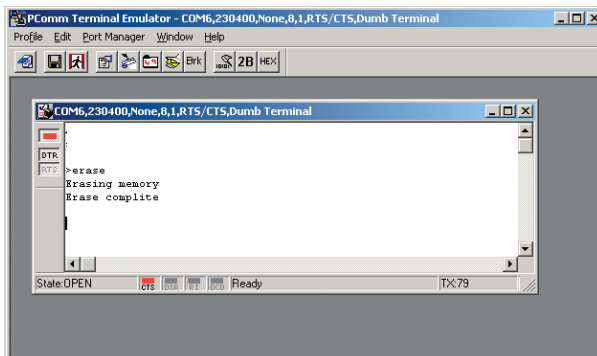

Рис. 20
8. Удалите речевые сообщения записанные заводом-изготовителем. Для этого в диалоговом окне введите с клавиатуры команду «erase» и нажмите клавишу «enter». Если допустили опечатку, то просто начните вводить заново. По завершении операции в диалоговом окне появится сообщение «Erase complite» (рис. 20).